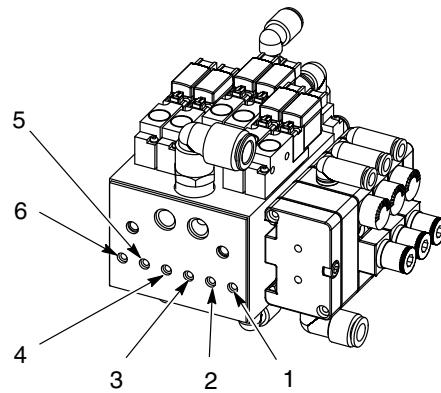

图 7 带有端口功能的 Encore HD 泵集管
请参见图 7。Encore 高密度粉末，低量空气 (HD) 粉末送料泵可将精准量的粉末从输送源输送到粉末喷枪。泵控制集管对泵的吸入和排出气流进行控制。